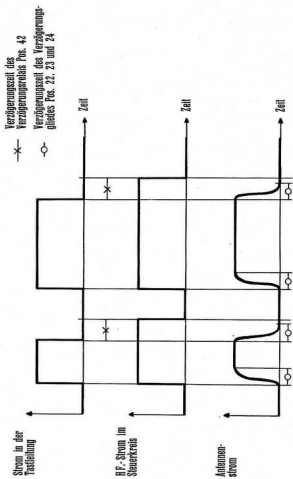

Bild 7. Weichtasten.
58. **Telegraphie weich** (siehe Bild 7):